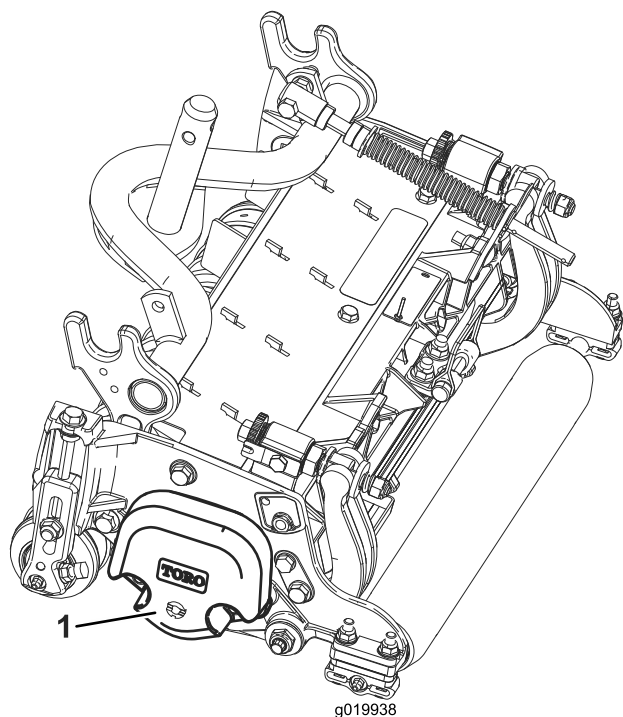

図 3
4. カウンタウェイト(図 3) を、決められている側に取り付ける；カッティングユニットのオペレーターズマニュアルを参照。